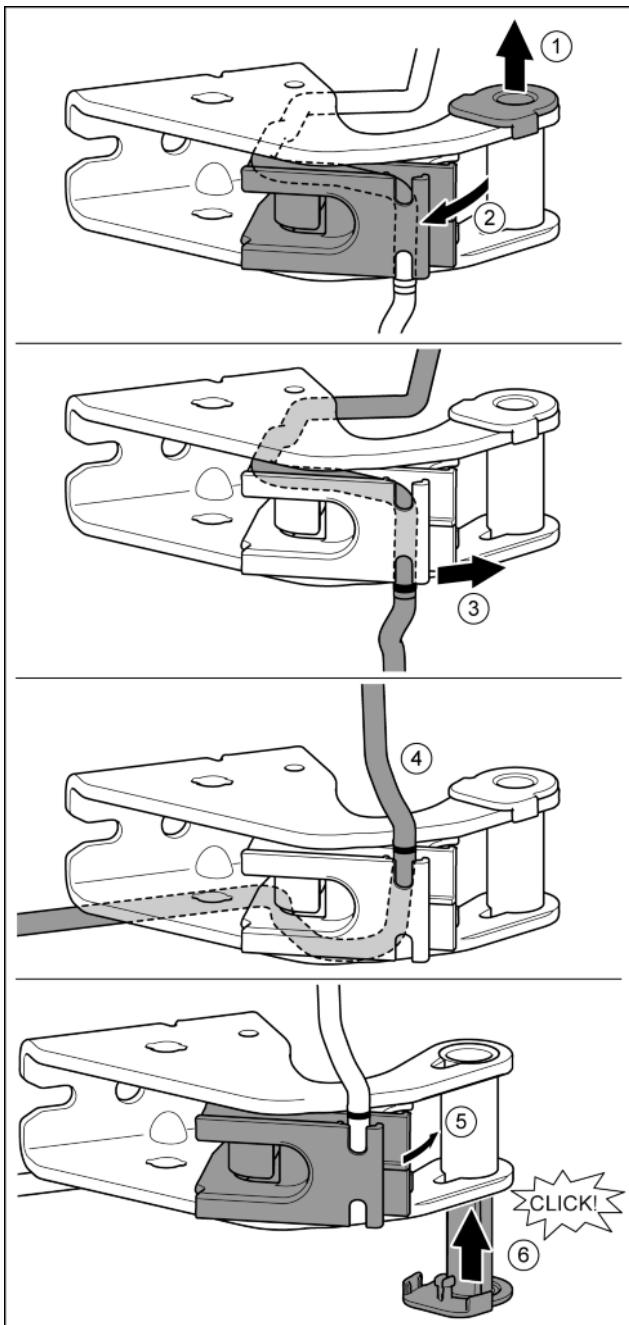

Fig. 25
- Витягніть із напрямної опорну втулку. Fig. 25 (1)
- Поверніть вбік тримач кабелю. Fig. 25 (2)
- Витягніть кабель з направляючої. Fig. 25 (3)
- Встановіть дзеркально перевернутий кабель. Fig. 25 (4)
- Поверніть тримач кабелю у вихідне положення. Fig. 25 (5)
- Встановіть та зафіксуйте опорний втулок з іншого боку. Fig. 25 (6)